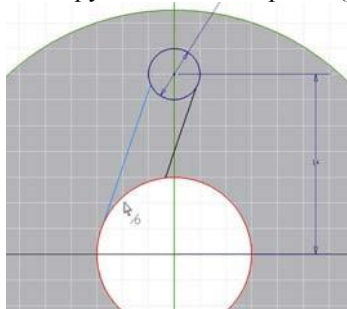

Рисунок 5.4 – Установка касательности
- Снова щелкните на стрелке-треугольнике около подменю зависимостей и выберите команду  **Касательность** и поочередно укажите на окружность и на отрезок (рис. 5.4).